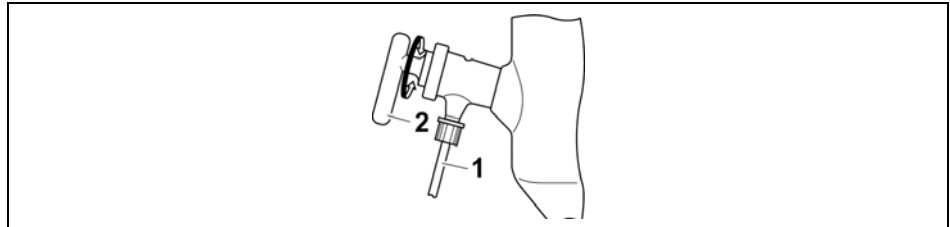

Figura 4-23: Tubo flessibile di immissione
Il sistema può essere aerato mediante il rubinetto a maschio (Figura 4-23 (2)) del tubo di immissione:
- ➔ Ruotare il rubinetto a maschio (Figura 4-23 (2)) del tubo di immissione lentamente verso l'alto.